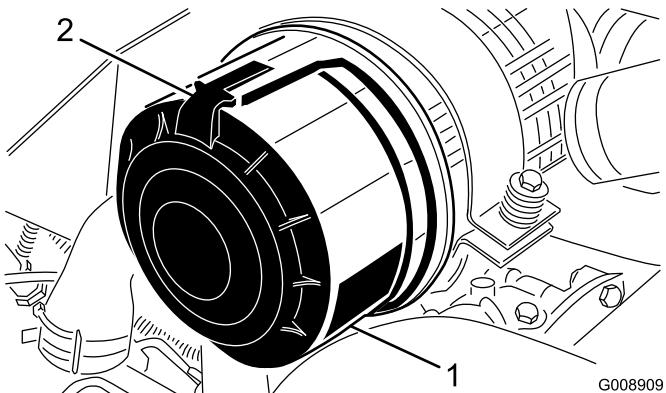

Figure 59
1. Desserrez les fixations qui maintiennent le couvercle sur le corps du filtre à air (Figure 59).